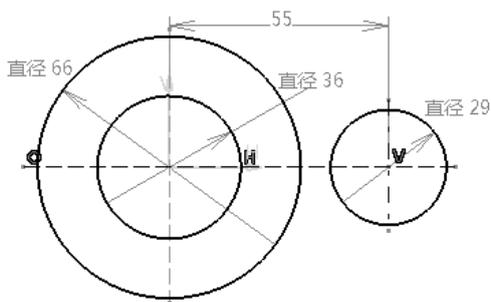

图 5-130
- 单击“圆心”按钮和“轴”按钮，以坐标系原点为圆的圆心，绘制如图 5-130 所示的圆。